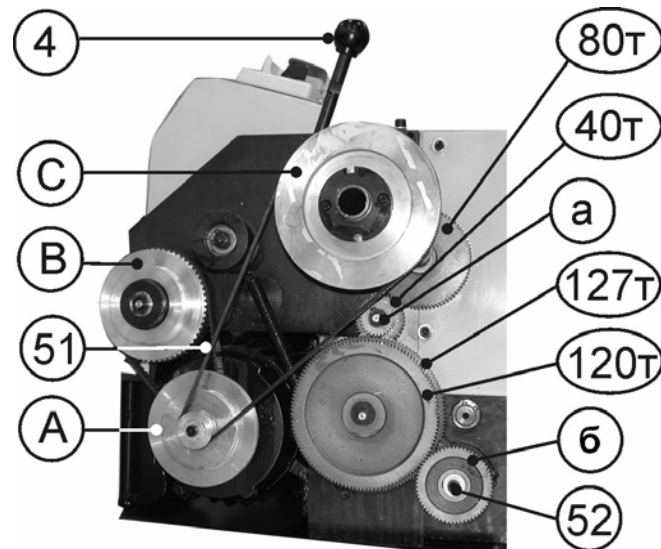

Рис.19
10.4.5. Откройте защитный кожух гитары (2), как указано в п.9.3.2. По таблице 2 установите необходимые шестерни (а) и (б), Рис.19 и закройте защитный кожух (2) (п.9.3.2).
10.4.6. Пользуясь таблицей 2 инструкции или таблицей (49), Рис.18, установите необходимые шестерни (а) и (б), Рис.19 (См. п. 10.6.5-10.6.10).
10.4.7. При включенном станке, вращая ручку переключения скорости автоматической подачи (33), Рис.18, можно менять скорость автоматической подачи. Например, при установке шестерёнок, а=28Т и б=56Т, Рис.19, в положение С ручки переключения скорости автоматической подачи (33) – скорость подачи равна 0,11мм. на один оборот шпинделя. При установке ручки переключения скорости автоматической подачи (33) в положение А – скорость подачи равна 0,22мм. на один оборот шпинделя и т.д., Рис.18.
При каждом перемещении ручки переключения скорости автоматической подачи (33) необходимо рычаг натяжения ремня (4) привести в крайнее положение от себя, Рис.19.
10.5.2. Переставляя клиновой ремень (51) на шкивах А,В,С в положения 1,2,3 согласно таблице 3, можно ступенчато изменять скорость вращения шпинделя – 100; 250; 350; 500; 900 и 1800 об/мин. (Рис.19 -А,В,С - шкивы). Например, при установке клинового ремня (51) на шкивах В,С в положении 1– скорость вращения шпинделя равна 100 об/мин., а в положении 3 - 500 об/мин. и т.д., Рис.19.
10.6.4. Комбинации использования шестерен для нарезания резьбы указаны в таблиц 4 и на Рис.19: